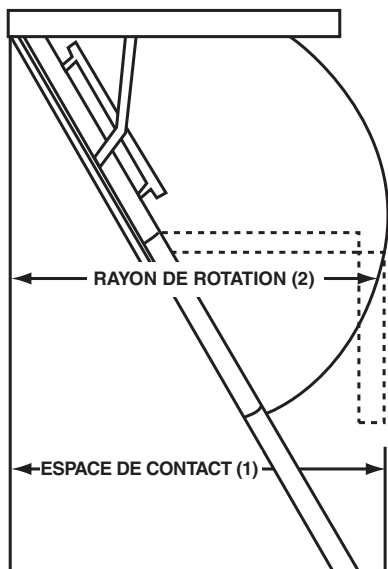

FIGURE 1 – ÉCHELLES EN BOIS
- Prévoyez une zone suffisante pour un espace de contact d'arrivée au sol en bas de l'échelle. Assurez-vous qu'il y a assez d'espacement pour le déploiement de l'échelle quand il est déplié sur toute sa longueur (Voir la FIGURE 1 pour l'espace de contact et la projection ; comparez les hauteurs de plafond montrées sur le carton d'emballage avec la même hauteur de plafond au TABLEAU A, pour déterminer les besoins adéquats en espace de contact au sol et en projection).